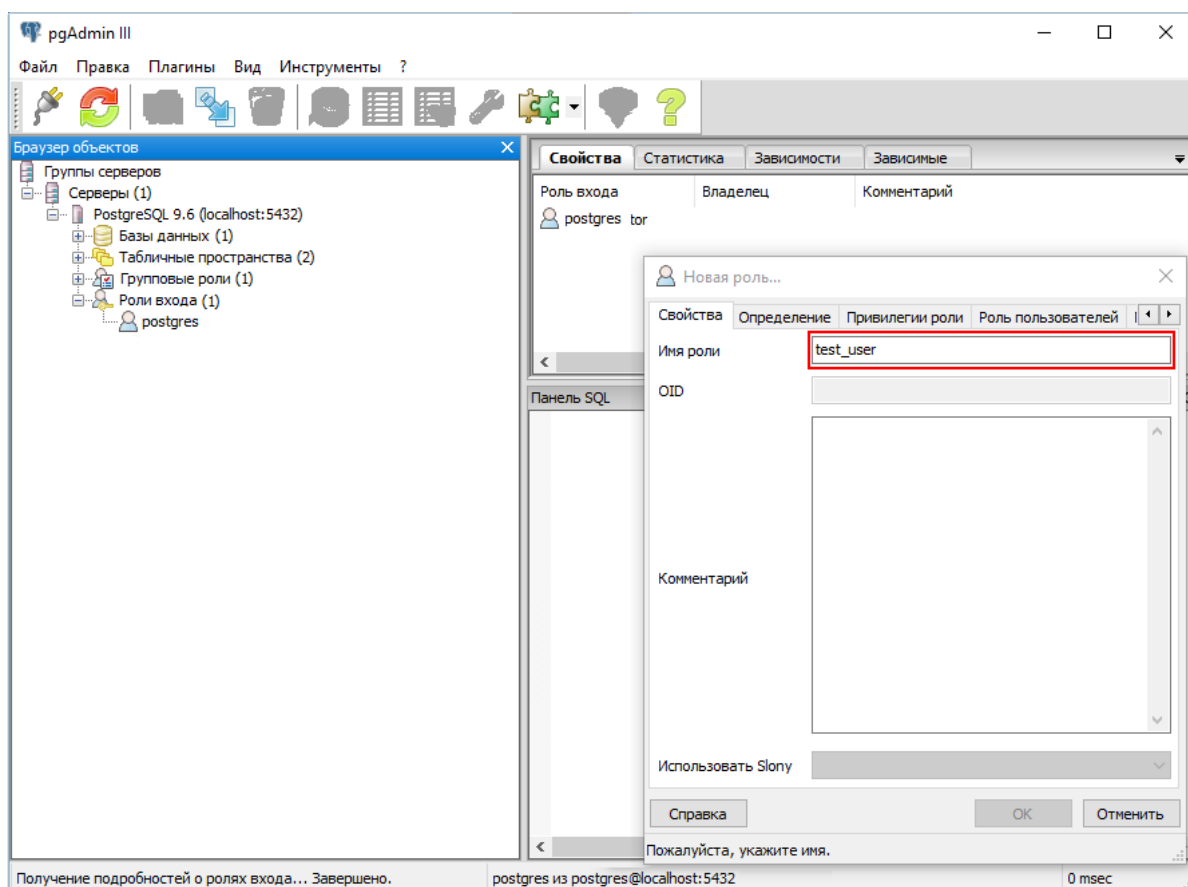

Рисунок 8. Создание новой роли
- 4) В дереве серверов для выбранного сервера в разделе «Роли входа» добавить новую роль, например, *test\_user* (Роли входа → Новая роль → *test\_user*, см. рисунок 8).